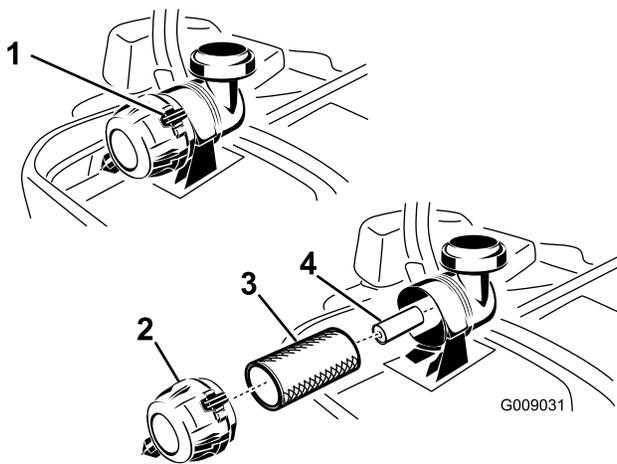

Figure 48
3. Appuyez sur les attaches du filtre à air pour les ouvrir et détachez le couvercle du corps du filtre à air (Figure 48).
5. Sortez l'élément principal du corps du filtre avec précaution (Figure 48). Évitez de cogner l'élément à l'intérieur du corps.
1. Ne nettoyez pas l'élément en papier ; remplacez-le (Figure 48).
2. Si vous remplacez l'élément secondaire, insérez-le avec précaution dans le corps du filtre (Figure 48).
3. Placez ensuite l'élément principal sur l'élément secondaire avec le même soin (Figure 48). Assurez-vous qu'il est bien engagé en appuyant sur le rebord extérieur.
4. Montez le couvercle, reniflard en bas, et tournez-le pour que les attaches verrouillent le couvercle en place (Figure 48).